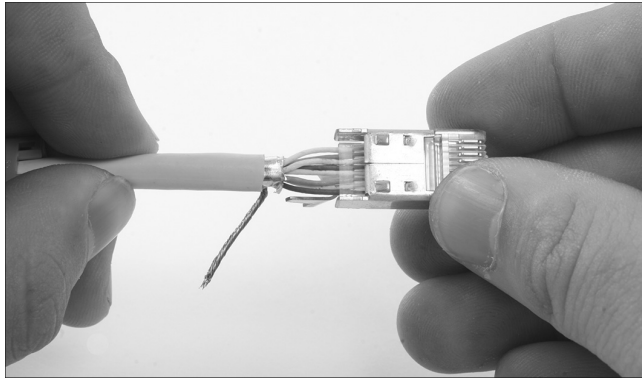

Abbildung 2.20 Einführen des vorbereiteten Kabels in den Steckerkörper
7. Schieben Sie das so vorbereitete Kabelende in den Steckerkörper. Führen Sie das vorsichtig aus, die Adern dürfen nicht gestaucht werden (Abbildung 2.20)!